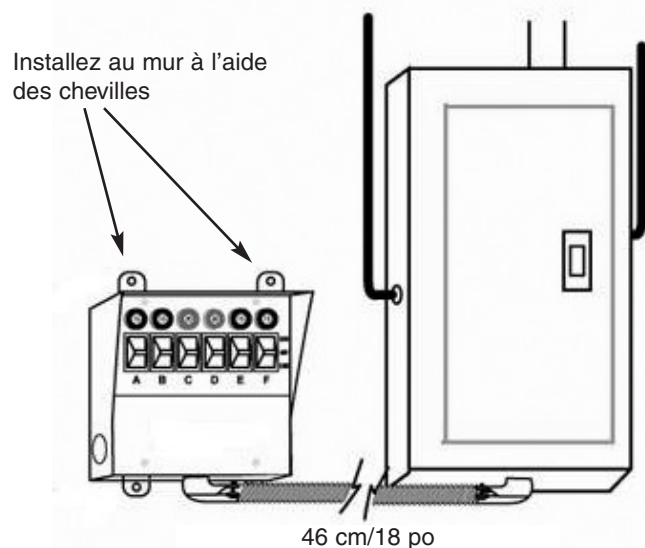

Figure 2
1. Positionnez le commutateur converteur de manière à ce que le centre de son dessous se trouve à 14,7 cm (18 po) à partir du centre du dessous de votre centre de distribution. L'extrémité du conduit flexible devrait s'aligner sur un trou détachable de 1,9 cm ou 2,5 cm (3/4 po ou 1 po) situé sur le dessous de votre centre de distribution (Figure 2).